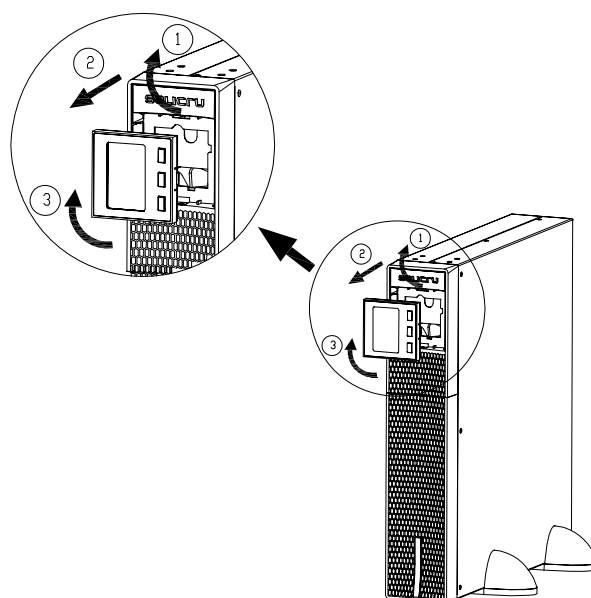

Fig. 8. Rotação do painel de controlo com monitor LCD sobre o embelezador plástico do frontal.
- De fábrica, o equipamento está preparado para a instalação em *rack*. Para facilitar a leitura das mensagens do monitor quando o equipamento for instalado verticalmente, é recomendável rodar 90° o painel de controlo para a direita (ver Fig. 8).